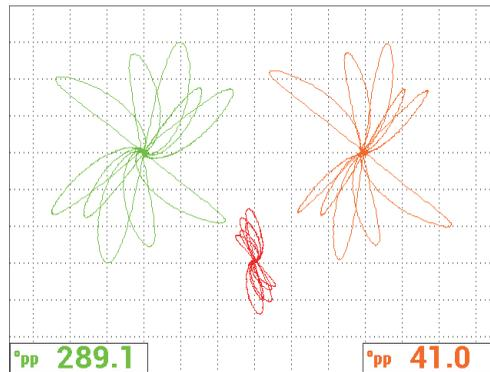

Figura 5-148 La scansione dei fori a fondo piatto
- Il segnale dovrebbe essere simile a quello illustrato nella Figura 5-148 a pagina 244.